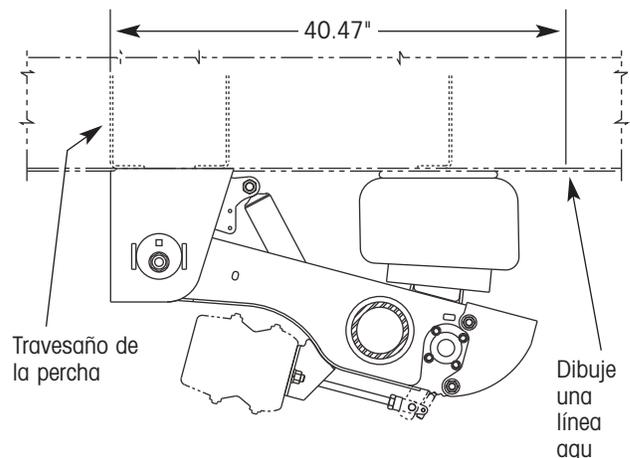

Figura 69. Marcando la posición de montaje del SURELOK
4. Localice el travesaño sobre la percha (figura 69). Mida 40.47 pulgadas de la orilla delantera del travesaño a la parte trasera de la suspensión y dibuje una línea en la superficie inferior del chasis del remolque (figura 69). Repita este procedimiento en el otro lado del chasis del remolque.